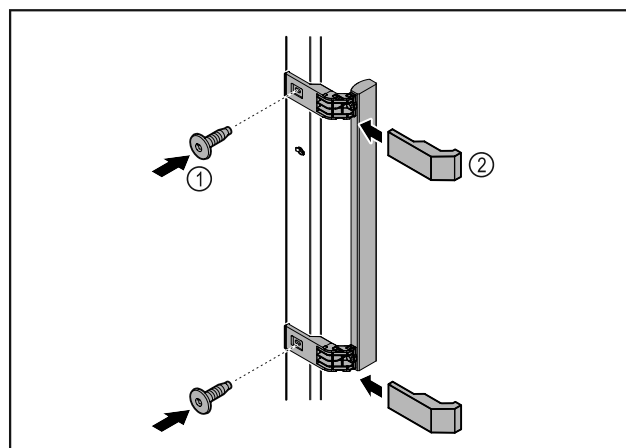

Fig. 6
- ▶ Montoni dorezën nga paketa së bashku me vidat e ofruara Fig. 6 (1) në derë.
- ▶ Vendosni kapakun mbulues Fig. 6 (2).